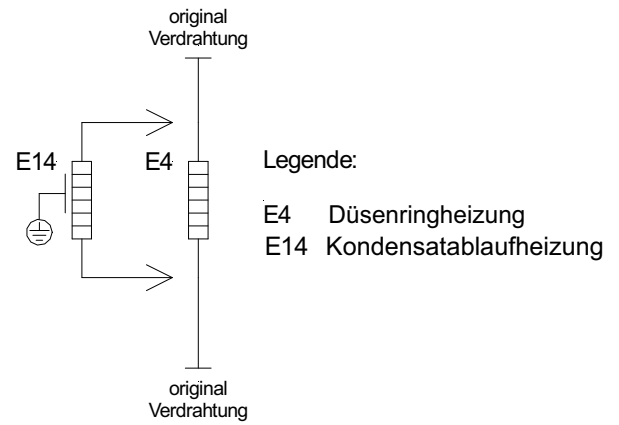

Abb. 1.6:
- 4) Klemmen Sie die Leitung parallel zur Düsenringheizung E4 an (siehe Abb. 1.6 auf S. 2).